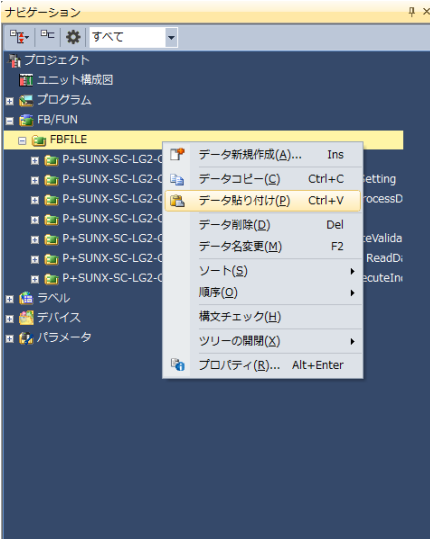

図 5.2-2 FB の貼り付け
- FBFILE を選択して右クリックし、データ貼り付けをする。(図 5.2-2)